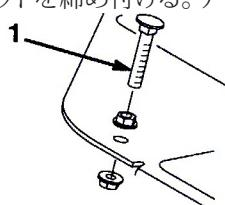

図 53
1. 走行ペダルを踏み込んでみてください。ケーブルに張力がかかる前にペダルがストップ(図53)に当たる場合には調整が必要です。
- A. ペダル・ストップをフロア・プレートに固定しているフランジヘッド・ロックナットをゆるめる(図53)。
本機のカッティングユニット昇降回路にはフローコントロールバルブ (図53) があります。このバルブは出荷時に約3回転の開度に調整されていますが、作動油温度、作業速度などにより調整が必要になる場合があります。以下の手順で調整します：